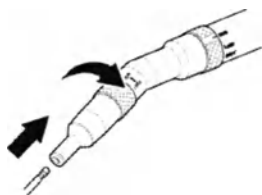

Рисунок 4. Установка режущих принадлежностей.
6. Вставить бор в насадку до упора (рис. 4). Нанесенная на бор предохранительная линия должна полностью уйти внутрь рукоятки.